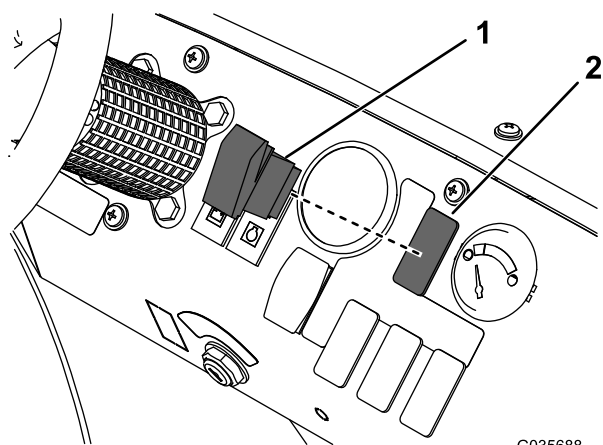

Рисунок 4
9. Удалите заглушку из приборной панели (Рисунок 4).
10. Установите переключатель в отверстие (Рисунок 4).